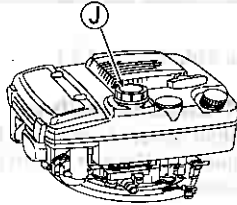

Abb. 9.
1 Öffnen Sie den Kraftstofftankdeckel (J) und füllen Sie Benzin ein. Wischen Sie etwaig verschüttetes Benzin umgehend mit einem Lappen auf. (Siehe Abb. 9.)